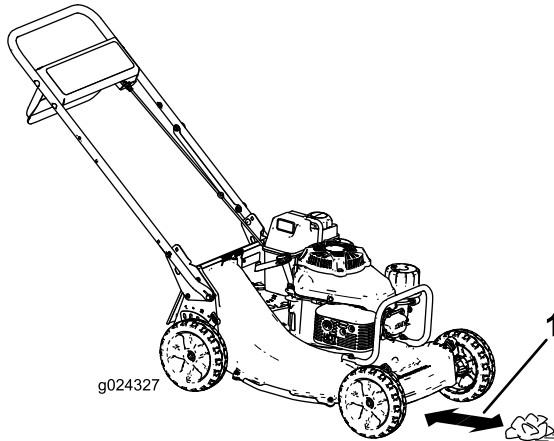

Bild 17
4. Legen Sie die Papierkugel ca. 13 cm vor die Maschine (Bild 17).